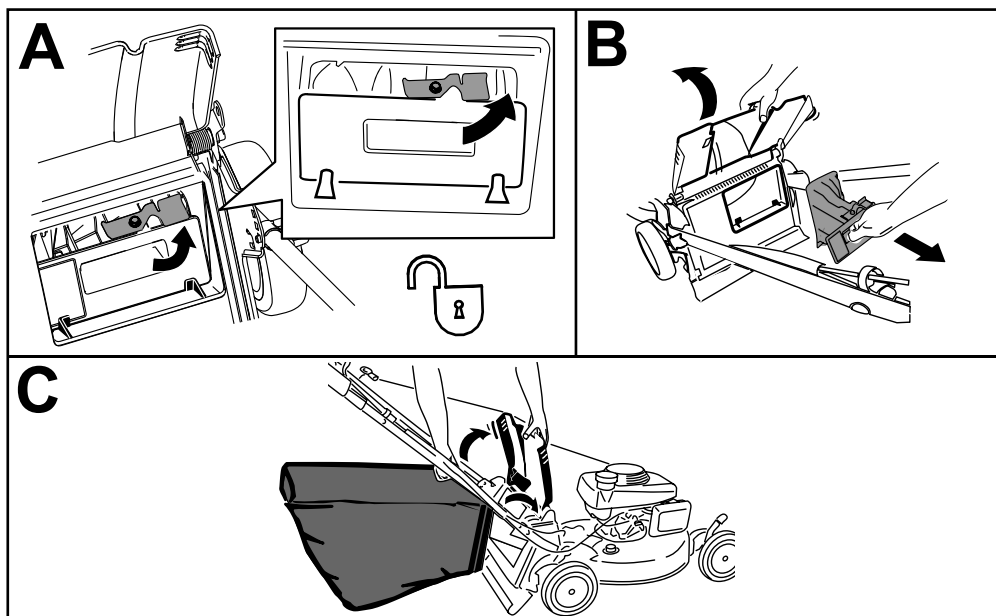

Figura 17
**Nota:** Para desbloquear el tapón trasero, gire la palanca del tapón a la derecha (Figura 17).
1. Levante y sujete el deflector trasero y desbloquee el tapón trasero (Figura 17, A).
2. Extraiga el tapón trasero (Figura 17, B).
3. Cuelgue el borde superior delantero de la bolsa de los pasadores situados en las muescas de los soportes del manillar (Figura 17, C).